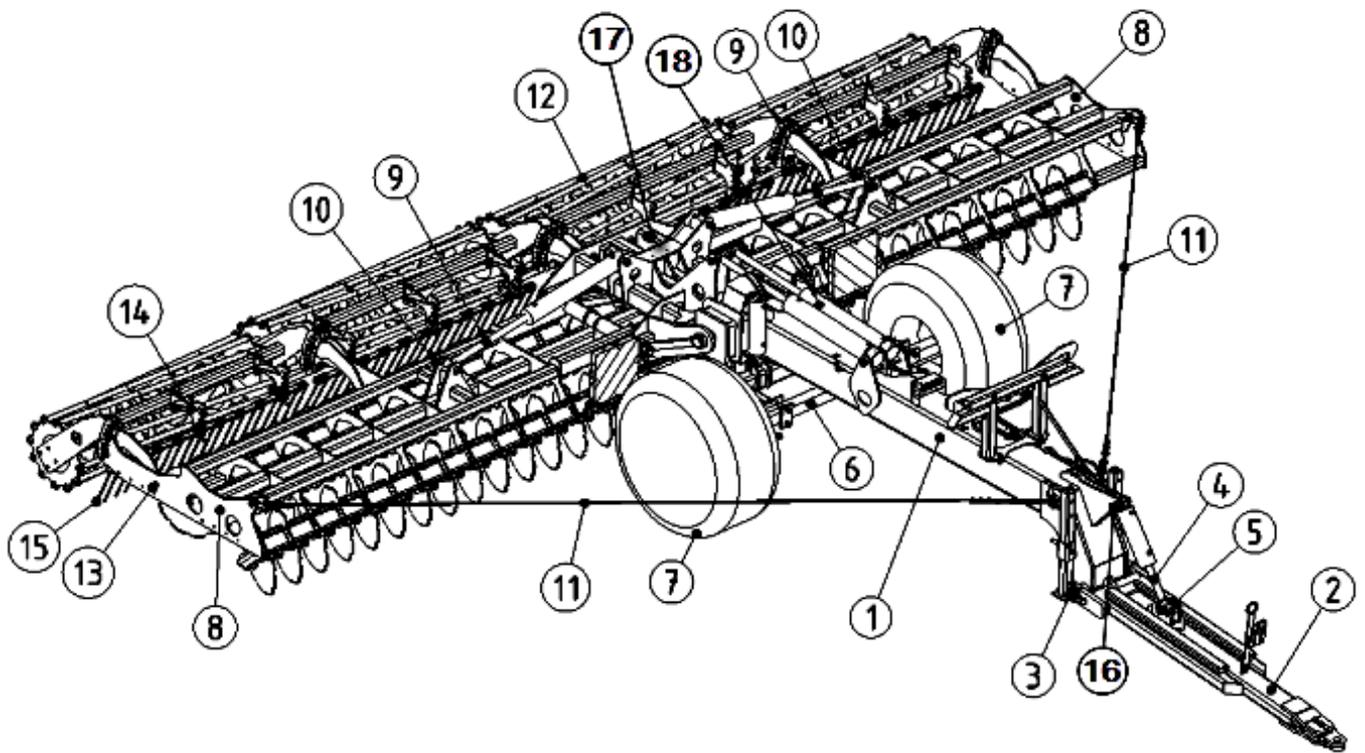

Рисунок 1. Схема сборки агрегата.
- Установите дышло (2) (рис. 1) на основной раме (1) при помощи крепёжной оси (3) (размер $\varnothing 70 \times 635$), шайбы, корончатой гайки, которую после затяжки застопорить штифтом от проворачивания.
- Закрепить гидроцилиндр (4) на основной раме (1) посредством крепёжного болта (16) (размер $\varnothing 30 \times 120$) и на дышле крепёжным болтом (5) (размер $\varnothing 30 \times 150$)
- Установить ось колеса (6) на основную раму (1).
- Смонтировать два опорных колеса (7) на ось (6).
- Подсоединить трактор с дышлом (2) агрегата, соединить гидросистему агрегата с гидросистемой трактора.
- Разложить заднюю самонесущую складную раму (17) путем выдвигания штока гидроцилиндров (18).
- Смонтировать две боковых рамы (8) на самонесущую складную раму (17).
- Закрепить шток гидроцилиндра (9) на боковых рамах (8) при помощи крепёжных болтов (10) (размер $\varnothing 30 \times 180$).
- Зафиксировать два троса (11) (и отрегулировать их натяжение).
- Установить 4 катка (12) на боковые рамы (8) при помощи болтов (13) (болт 24×80 – 2 шт., болт 24×100 – 3 шт.).